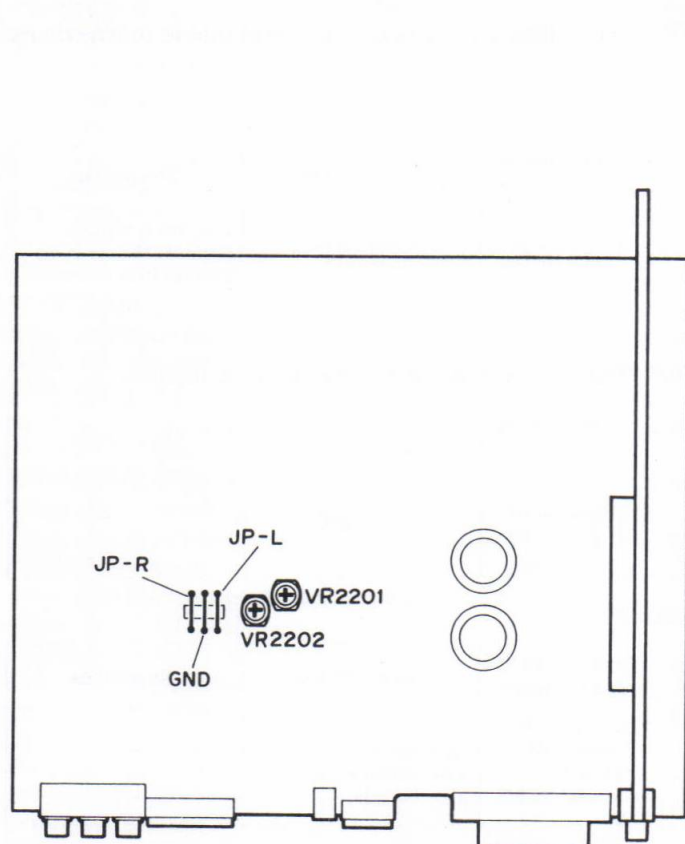

Fig. 5-4 Ensemble AF
10. L'ensemble AF comprend JP-L et JP-R. (Voir Fig. 5-4)